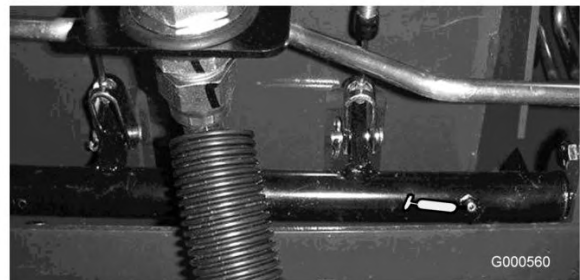

Bild 24
- Bremsstangen-Drehlager (5) (Bild 24)